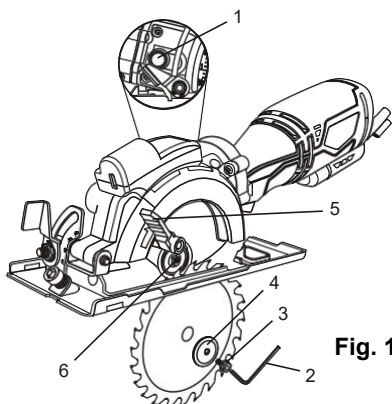

Fig. 1
1. Pressione para dentro o botão de bloqueio do eixo (1) (Fig. 1).
2. Insira a chave hexagonal de 5mm (2) no parafuso da lâmina (3). Enquanto pressiona para dentro o botão de bloqueio do eixo, gire a chave hexagonal no sentido horário até que o botão de bloqueio do eixo encaixe no eixo da lâmina. Continue a girar a chave hexagonal no sentido horário e remova o parafuso da lâmina e a flange externa da lâmina (4).
3. Gire a alavanca de proteção da lâmina (5) no sentido anti-horário o máximo possível.
4. Se já houver uma lâmina instalada na serra, levante a lâmina do eixo (6) e deslize-a para fora através da única ranhura na placa.